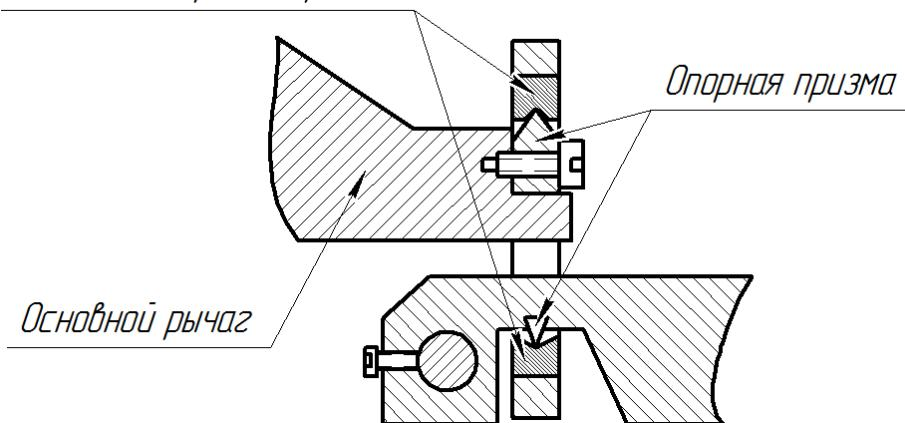

Рисунок 2.2 – Правильное положение механизмов твердомера
4. Проверить положение механизмов, как показано на рис. 2.2, все подвижные части должны находиться в своих рабочих местах, в противном случае нужно нажать рукой основной рычаг для установки механизмов в рабочее положение (сбой положения случается крайне редко, и происходит только в случае тяжелых условий транспортировки и сильной вибрации).